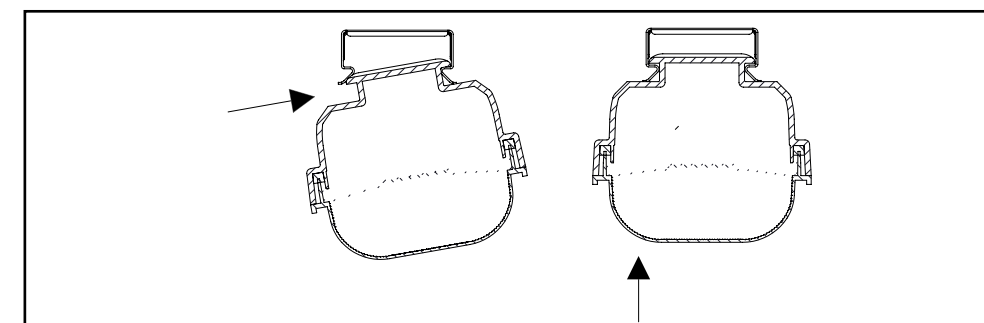

Figura 4.
4. Oriente el luminario para que el accesorio de conexión quede orientado hacia la fuente de alimentación entrante o el conducto. Incline e inserte el luminario hacia un lado del soporte de montaje. Empuje suavemente el luminario desde el lado opuesto para colocarlo a presión con el soporte de montaje. (Figura 4)